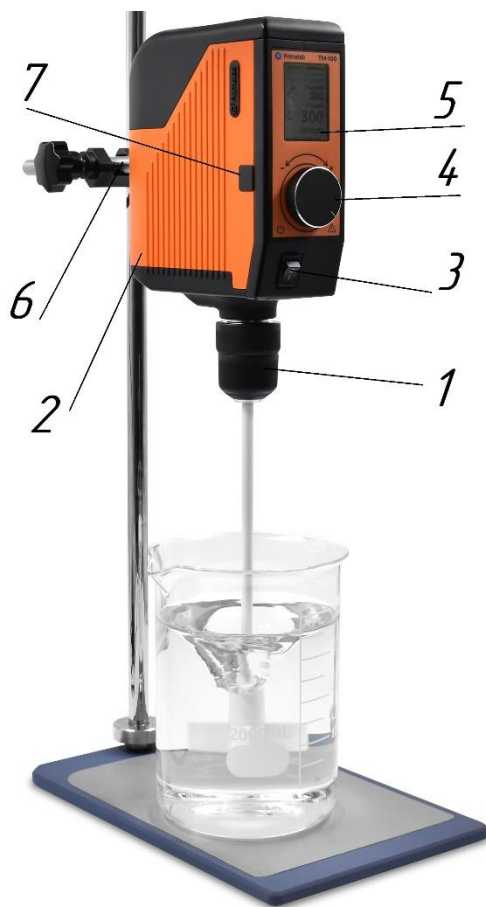
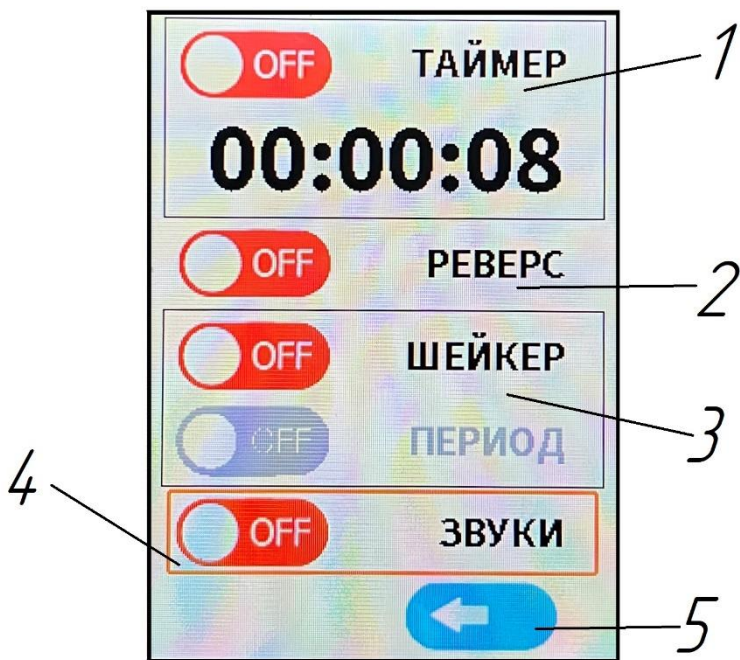

Рис. 1 Конструкция прибора
Рис. 3 Меню прибора
9.2.1 Управление прибором осуществляется с помощью ручки валкодера 4 рис. 1, которую можно вращать по часовой и против часовой стрелки, а также нажимать на неё для срабатывания встроенной кнопки.
9.2.2 С помощью ручки валкодера 4 рис. 1 установить на дисплее необходимую скорость вращения;
9.2.3 Для начала или остановки вращения необходимо кратко-временно нажать на ручку валкодера 4 рис. 1. В процессе перемешивания допускается изменять заданную скорость не останавливая процесс перемешивания;
9.3.2 Для входа в меню прибора (Рис.3) необходимо нажать на ручку валкодера 4 рис. 1 с удержанием её 3 секунды;
9.3.3 Для отключения системных звуков прибора необходимо перевести движок 4 рис. 3 из позиции  в позицию ;
9.3.4 Для выхода из меню прибора (Рис.3) необходимо нажать на ручку валкодера 4 рис. 1 с удержанием её 3 секунды или после бездействия прибор через 15 секунд самостоятельно выйдет из меню с установленными настройками.
9.4.2 С помощью ручки валкодера 4 рис. 1 перевести движок 1 рис. 3 из позиции  в позицию .
9.4.3 С помощью ручки валкодера 4 рис. 1 перейти на установку времени таймера и задать необходимое значение, и выйти из меню;
9.4.8 Для выключения таймера необходимо перевести движок 1 рис. 3 из позиции  в позицию .
9.5.1 Для изменения направления вращения вала прибора необходимо с помощью ручки валкодера 4 рис. 1 перевести движок 2 рис. 3 из позиции  в позицию .
9.6.2 Для запуска данной опции необходимо войти в «Меню» с помощью ручки валкодера 4 рис. 1 и перевести движок «Шейкер» в окне 3 рис. 3 из позиции  в позицию .
9.6.3 Выйти из «Меню» и установить необходимую скорость перемешивания и выполнить запуск с помощью ручки валкодера 4 рис. 1. Вал прибора будет выполнять вращательное движение влево-вправо. На данной опции максимальная скорость 200 об/мин.
9.6.4 Данная опция включает в себя вращательное движение влево-вправо с заданным периодом (не более 10 секунд). Для включения данной опции необходимо выбрать с помощью ручки валкодера 4 рис. 1. войти в «Меню», перевести движок «Шейкер» в окне 3 рис. 3 из позиции  в позицию . Далее в том же окне установить период вращения вала, от 1 до 10 секунд, выйти из «Меню» и запустить вращение с помощью нажатия ручки валкодера 4 рис. 1.